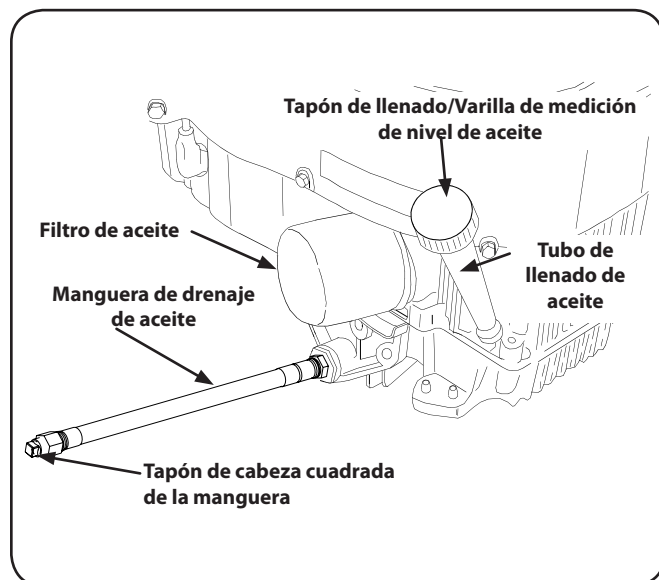

Figura 6-1
2. Ubique la manguera de drenaje de aceite del lado derecho del motor. Vea la Figura 6-1.
4. Mientras sostiene el extremo libre de la manguera de drenaje de aceite sobre el recipiente de recolección de aceite, desatornille el tapón de la manguera del extremo de la manguera. Vea la Figura 6-1. Drene el aceite del motor dentro del recipiente.